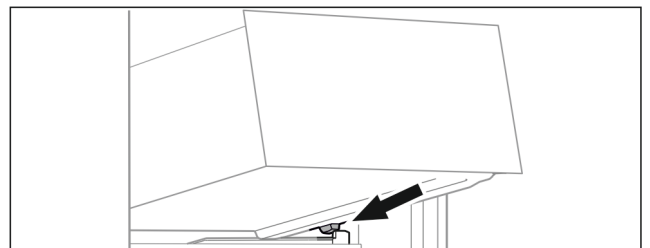

Fig. 85
- ▶ Asetage sahtel kaldu peatajate taga anumaribile. (vt. Fig. 85)